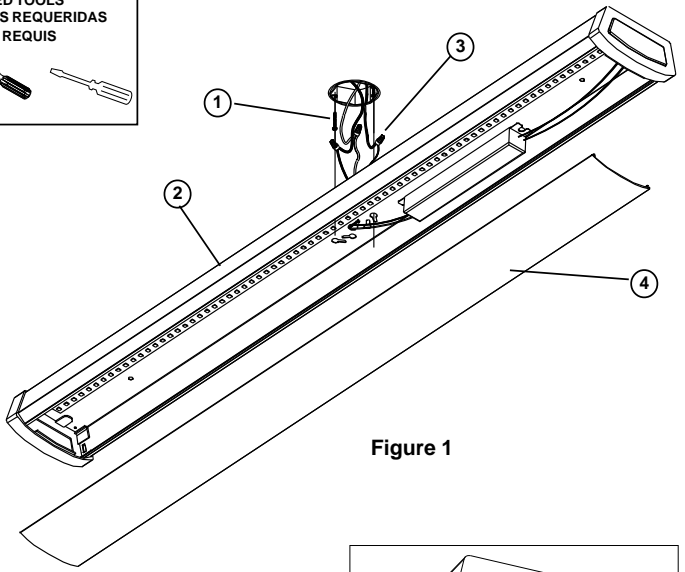

Figure 1
4. Hold the fixture Fixture Housing (2) firmly and connect the green ground wire from the fixture to the bare copper ground wire from the junction box using a Wirenut (3). (If house wiring does not include a ground wire, consult your local electrical code for approved grounding methods).
5. Use Wirenuts (3) to connect the black fixture wire to the black power supply wire and the white (neutral) fixture wire to the white power supply wire. See Fig 1.
4. Sostenga el ensamblaje de la Carcasa del luminario (2) firmemente y conecte el alambre verde de conexión a tierra del luminario al alambre de cobre descubierto de conexión a tierra de la caja de ensambladura usando una Tuerca de Alambre (3). (Si el alambrado de la casa no incluye un alambre de conexión a tierra, consulte su código eléctrico local para métodos aprobados de hacer tierra).
5. Use Capuchones de Alambres (3) para conectar el alambre negro de la luminaria al alambre negro suplidor de electricidad y el alambre blanco (neutral) de la luminaria al alambre blanco suplidor de electricidad. Vea Fig. 1.